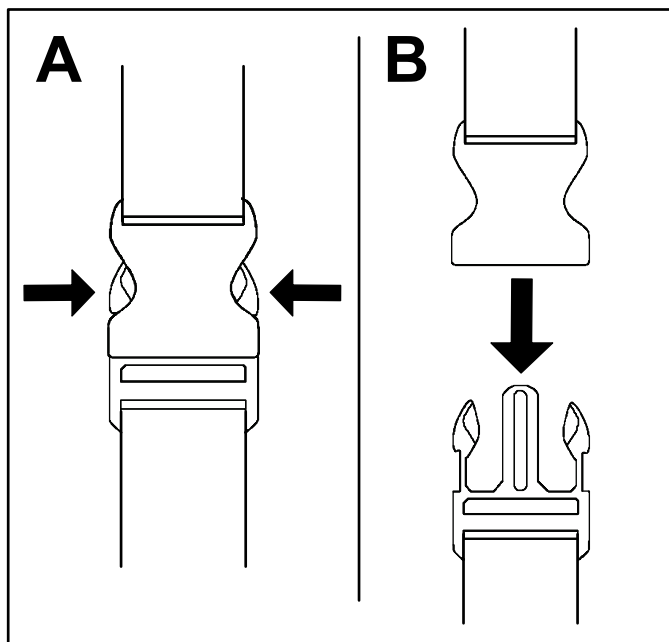

Figura 7
1. Pressione os lados da fivela (A de Figura 7).
2. Permita que a fivela se desligue (B de Figura 7).